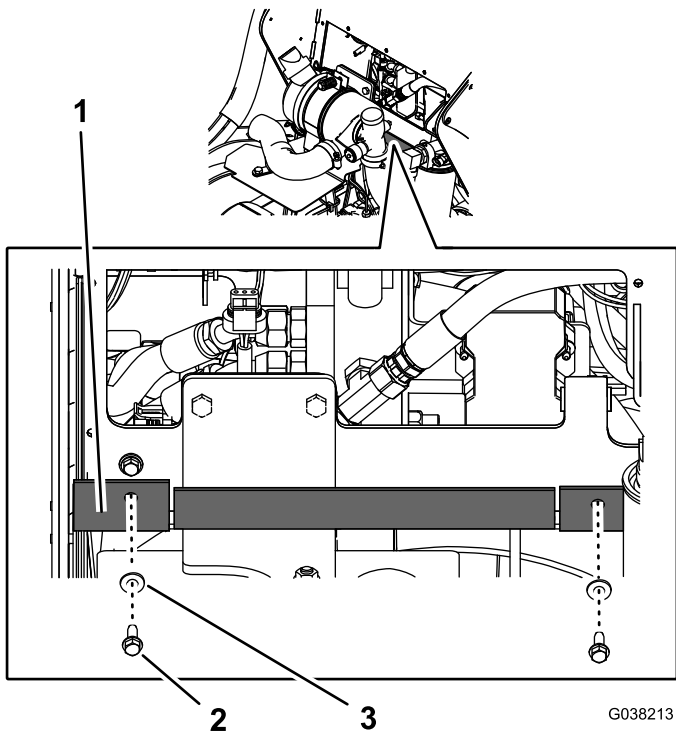

Bild 5
2. Entfernen Sie die drei Bundkopfschrauben ($\frac{1}{4}'' \times \frac{3}{4}''$) und die drei Unterlegscheiben ($\frac{1}{4}''$), mit denen die Vorderseite der Ablenplatte aus Gummi an der Unterseite des Bedienfeldrahmens befestigt ist (Bild 5).